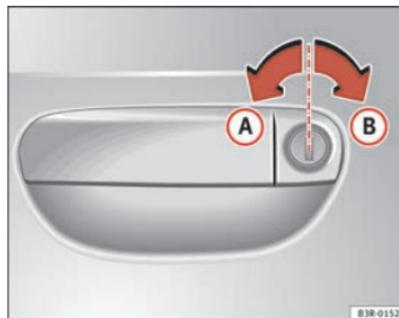

Fig. 70 Tours de clé pour ouvrir et fermer
- Tournez la clé dans la serrure de la porte du conducteur en position d'ouverture **(A)**  $\Rightarrow$  fig. 70 vers la gauche.
- Tournez la clé dans la serrure de la porte du conducteur en position de fermeture **(B)**  $\Rightarrow$  fig. 70 vers la droite  $\Rightarrow$  .
Tournez la clé dans la serrure de la porte du conducteur **deux fois** de suite, à intervalle très court, en position de fermeture **B** ⇒ page 102, fig. 70.